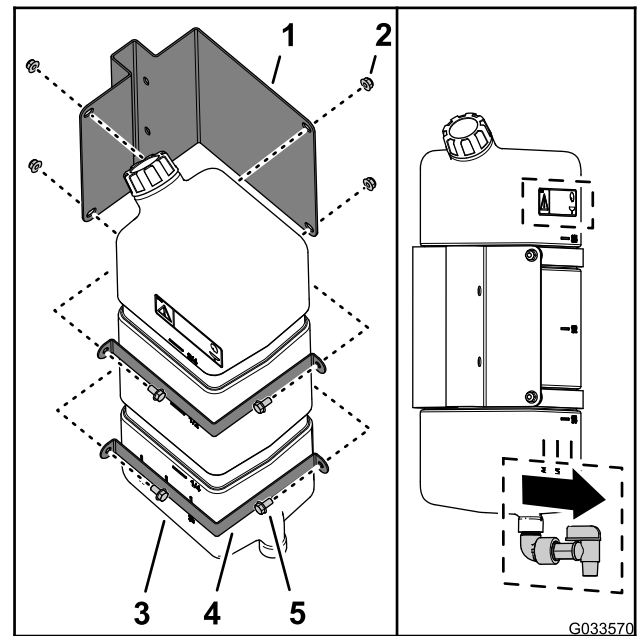

Bild 45
1. Befestigen Sie den Frishwasserbehälter mit den zwei Befestigungsriemen, vier Bundkopfschrauben (5/16" x 5/8") und vier Sicherungsbundmutter (5/16") an der Befestigung für den Frishwasserbehälter, wie in Bild 45 abgebildet.